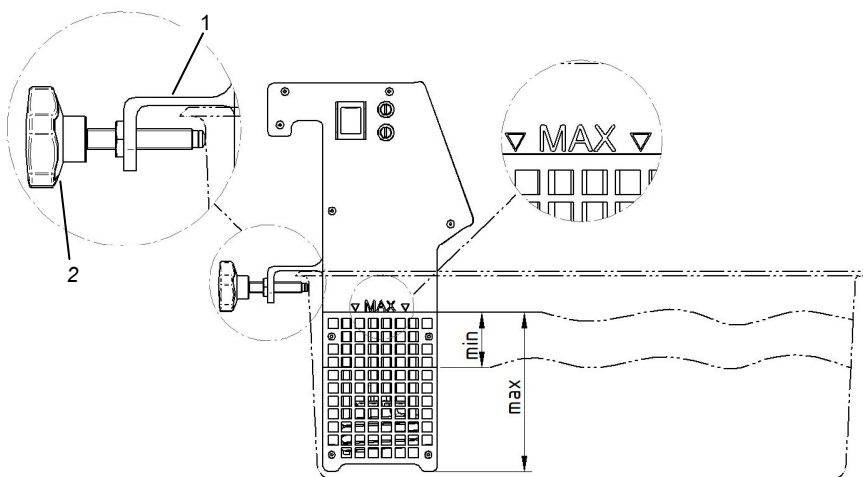
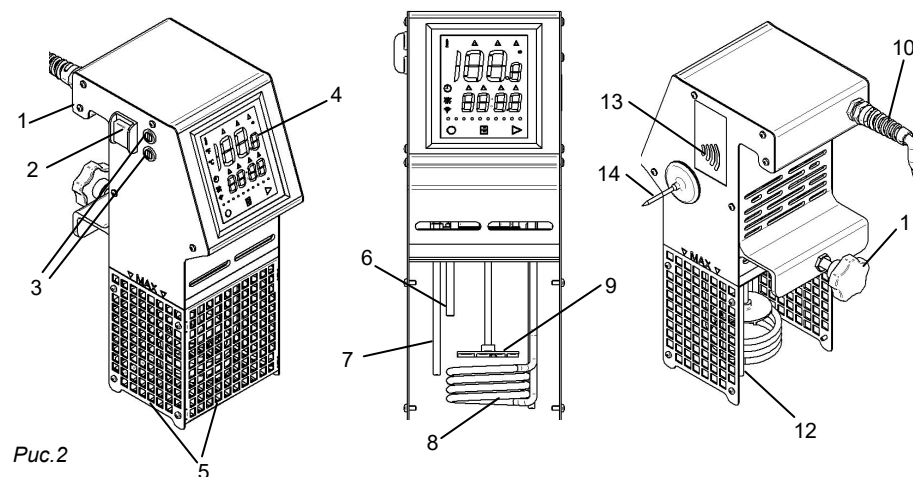

Рис.5
Рис.2
Машина Softcooker предназначена для использования с обычными ваннами стандарта Gastronorm 1/1 или 2/1 Н. 200 (как показано на рис.5) или, в более общем случае, с ваннами максимальной емкостью 43 л и максимальной глубиной 200 мм.
Машина Softcooker должна устанавливаться на краю ванны с помощью специального профиля (поз.1, рис.5) и плотно крепиться к нему с помощью ручки (поз.2, рис.5).
ВНИМАНИЕ! Тщательно соблюдайте указания и не превышайте отметку **максимального уровня**, нанесенную на стенки машины (см. рис.5) во избежание брызг при заполнении ванны и погружении пакетов.
- **Защитное ограждение нагревательного элемента (поз. 5, рис.2):** служит для предотвращения касания нагревательного элемента и вентилятора, которое могло бы привести к серьезным травмам оператора.
- **Автоматическое защитное устройство для предотвращения работы без воды (поз.6, рис.2):** если уровень воды меньше минимальной отметки (см. рис.5), работа машины прекращается, а на дисплей выводится сообщение об ошибке (H2o Low).
- **Устройство блокировки (поз.7 и 12, рис.2):** когда показания двух датчиков температуры различны вследствие неисправности одного из них, работа машины прекращается, а на дисплей выводится сообщение об ошибке (PROB).